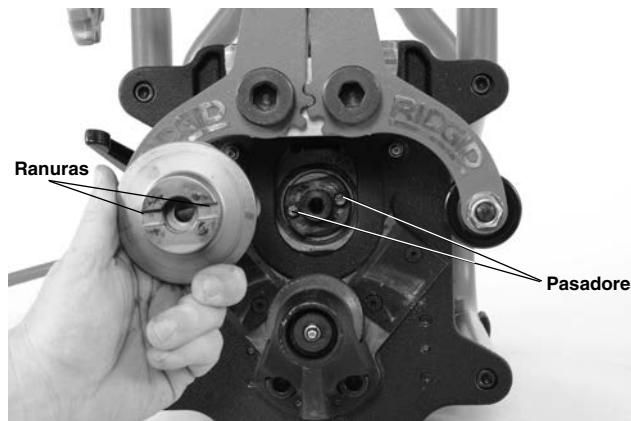

Figura 25B – Cambio del cabezal cortador
5. Cuando cambie el cabezal cortador, asegure que quede asentado ortogonalmente sobre el husillo. Las ranuras en el cabezal cortador tienen que enganchar con los pasadores (*Figura 25B*). Apriete bien el tornillo de casquete hexagonal, usando la llave hexagonal y la llave inglesa que se incluyen.